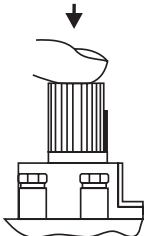

Рис. 8.
- 7.1. Установка ручки управления газом в требуемое положение производится путем легкого нажатия и поворот в нужное положение (рис. 8).